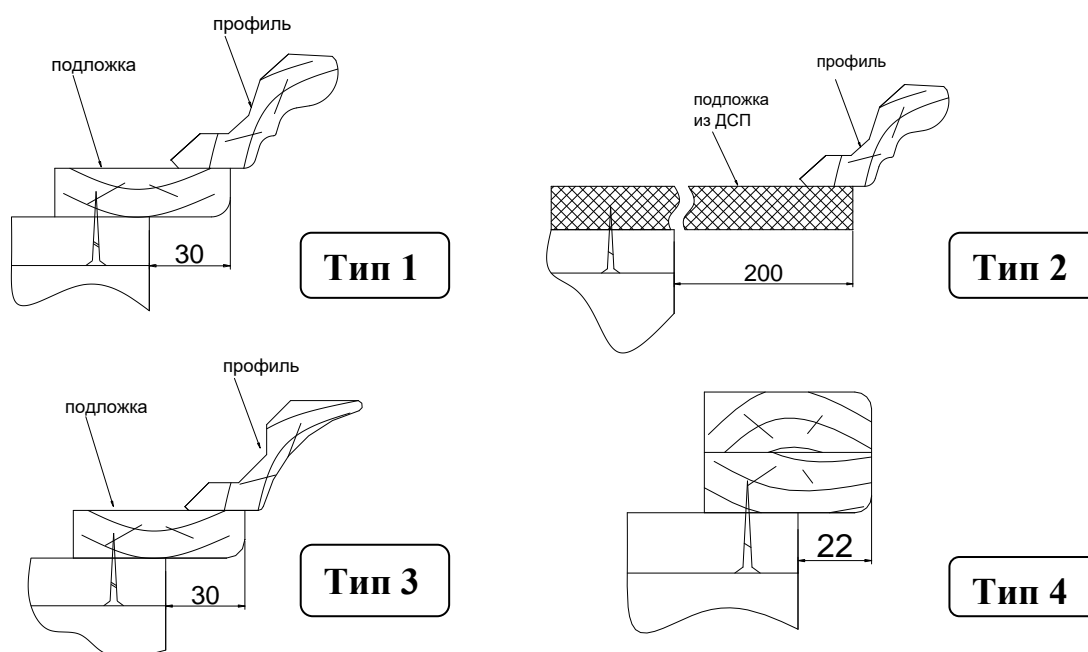

Рис. 23
- выставить соответствующее нависание карниза относительно лицевых кромок корпуса шкафов (Рис. 23);